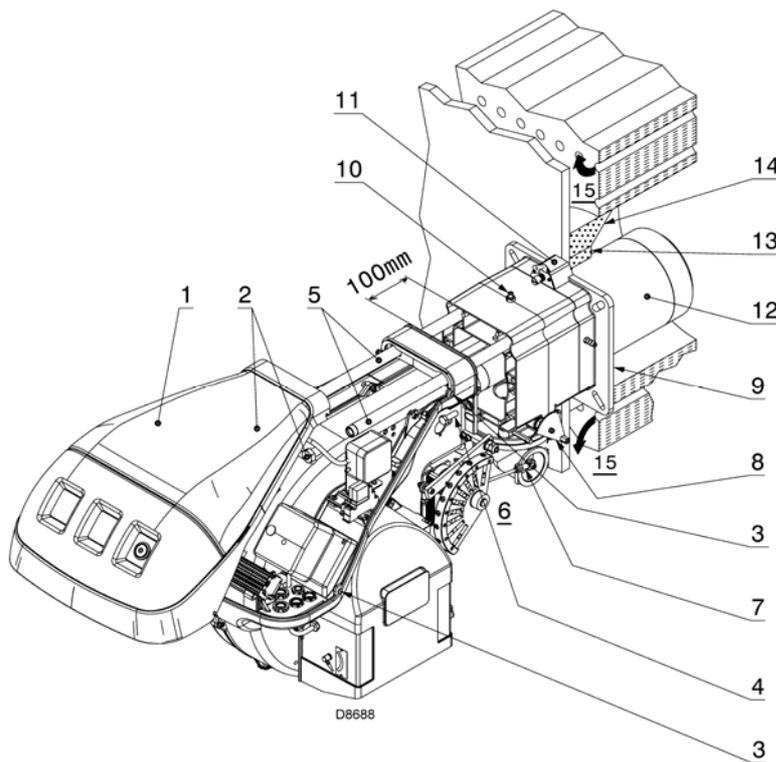

Рис. 11
Данная защитная прокладка не должна препятствовать выниманию головы. См. рисунок 11.
После этого снимите голову горелки (рисунок 11) следующим образом:
- ослабьте 4 винта (3) и снимите кожух (1);
- отсоедините шарнир (7) от градуированного сектора (8);
- снимите винты (2) с направляющих (5);
- отвинтите два винта (4) и сдвиньте горелку назад вдоль направляющих (5) на расстояние приблизительно 100 мм;
После выполнения данной операции, если в таковой возникнет необходимость, закрепите фланец (11) (рисунок 11) на фланце котла, установив изолирующий экран (9) (рисунок 11), который входит в комплект поставки.